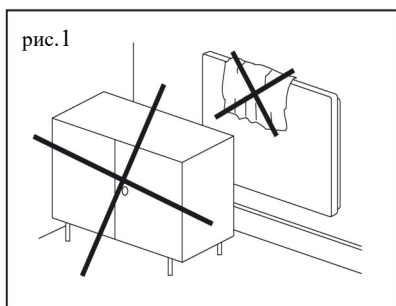

рис.2
- Для крепления панелей к гипсокартонным/гипсоволокнистым потолкам не разрешается применять саморезные шпонки, см. рис. 2.